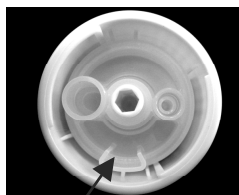
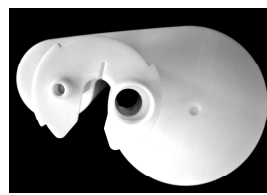

図 1
図 2
- 2) ミキシングチップ（370 用）の突起（図 1）を下方にしてカートリッジの吐出口（図 2）に合わせて挿入し、奥まで押し込みます。
- 2) カートリッジへの装着時、ミキシングチップの突起（図 1）を下方にすることにより、ベース側とキャタリスト側はカートリッジのベース側とキャタリスト側に正しく挿入されます。カートリッジのベース側とキャタリスト側の吐出口の口径は異なりますが、この突起（図 1）を目印とし、ミキシングチップ（370 用）をカートリッジに挿入することにより間違えることなく装着すること。